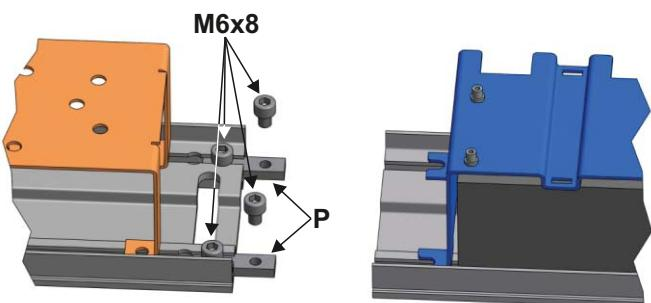

РИС. 4
- Отделить модуль N-BAT от привода Neptis, отвинтив винты M6x8, фиксирующие соединительные пластины (P) между двумя частями.
- Установить модуль N-BAT со стороны блока питания PWN-T, вставить соединительные пластины (P) в соответствующие пазы и завинтить винты M6x8 (РИС. 4).